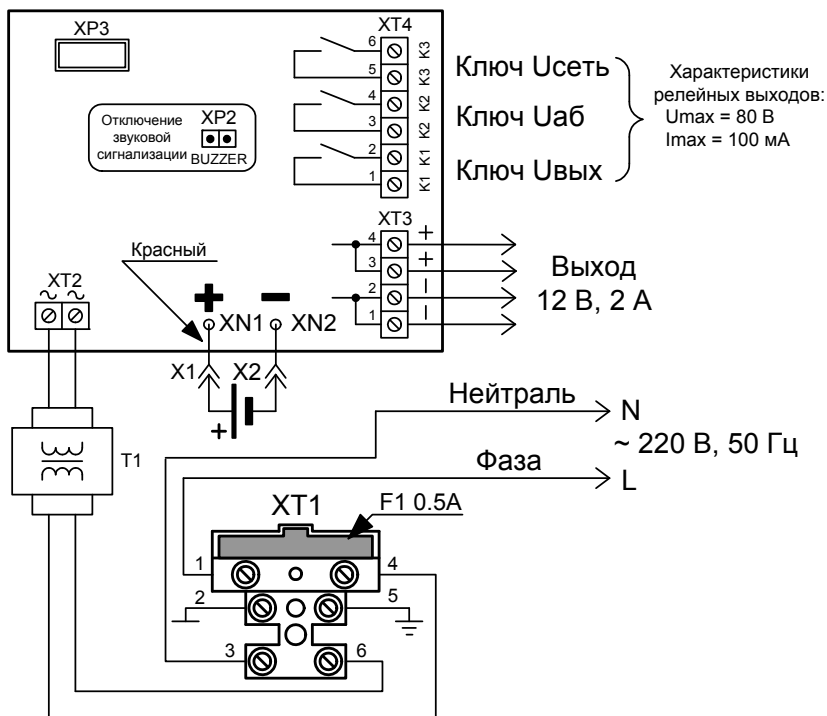

Рисунок 1 Схема подключения РИП
1.2.15 РИП обеспечивает возможность отключения звуковой сигнализации путём снятия перемычки с разъёма ХР2 (расположение разъёма показано на Рис. 1.).
**ВНИМАНИЕ!** При подключении внешнего питающего напряжения 220 В к сетевой колодке необходимо соблюдать правильность подключения проводов «фаза» и «нейтраль». Подключение производить в соответствии с рисунком, расположенным на внутренней стороне корпуса или в соответствии с Рис. 1 данной этикетки.
в) подключить нагрузку к выходной клеммной колодке, соблюдая полярность (ХТЗ/1,2 – «-», ХТЗ/3,4 – «+», см. Рис. 1).
ж) При необходимости организации дистанционной сигнализации наличия сетевого напряжения, выходного напряжения и напряжения батареи подключить выходы оптореле К1, К2 и К3 к шлейфам сигнализации приборов согласно Рис. 1. Состояния цепей оптореле приведены в Таблице 1.